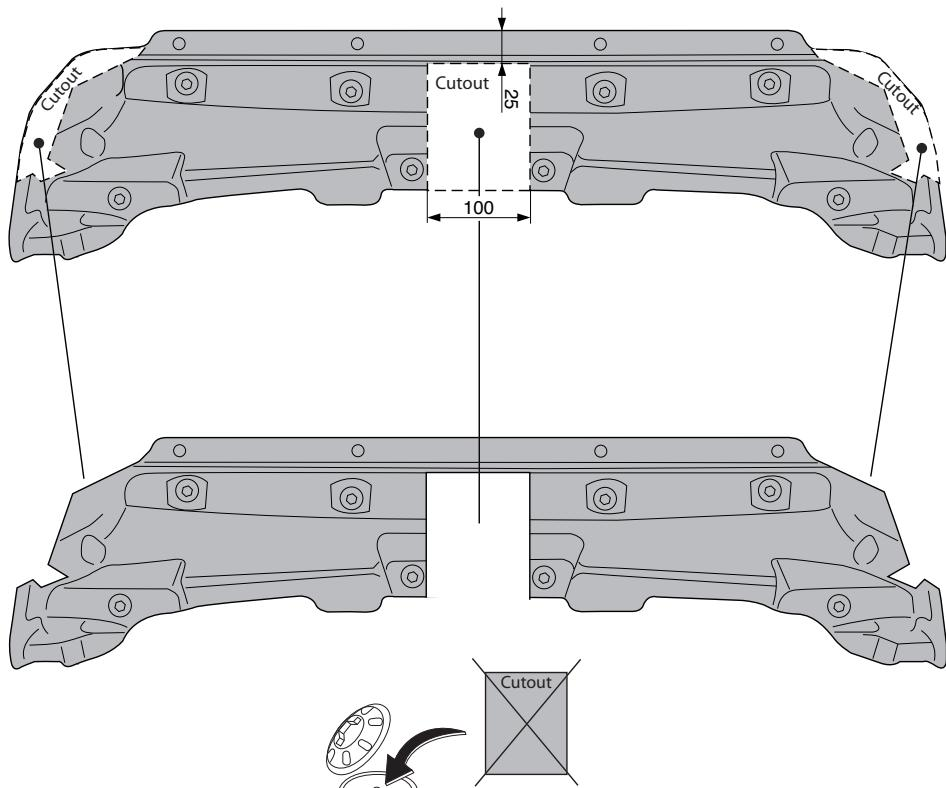

Fig.2
- Выпилить часть из теплозащитного экрана, как указано на рис. 2.